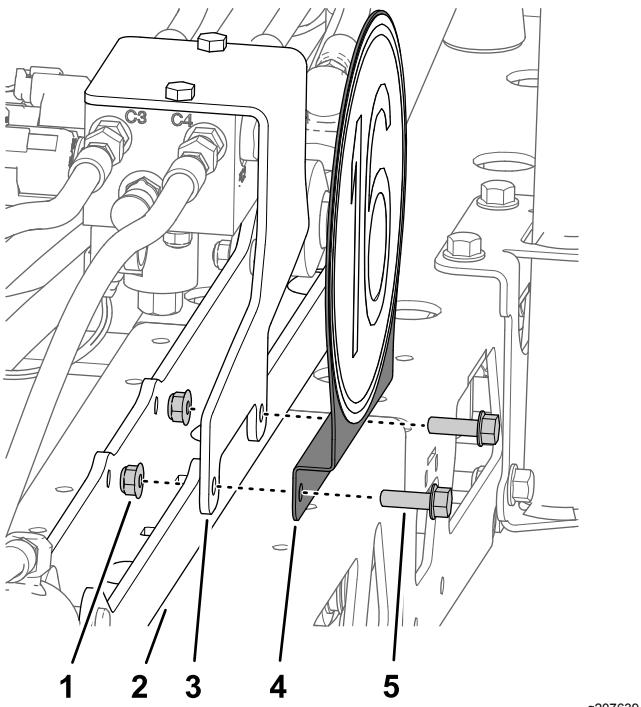

Figura 51
- Alinee los taladros del soporte de la señal de velocidad, el soporte del distribuidor de los cilindros de elevación y el soporte de los cilindros de elevación (Figura 51).
- Retire los 2 pernos con arandela prensada (5/16" x 1") y las 2 contratuerca con arandela prensada (5/16") que sujetan el soporte del distribuidor de los cilindros de elevación al soporte de los cilindros de elevación (Figura 51).
6. Monte la señal de velocidad en el soporte del distribuidor de los cilindros y el soporte de los cilindros de elevación (Figura 51) con 2 pernos con arandela prensada (5/16" x 1") y 2 contratuercas con arandela prensada (5/16").